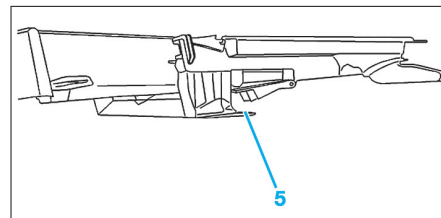

Fig. 17
- déposer le rail du bac de rangement en agissant sur les ergots (5) droit et gauche (Fig.17),